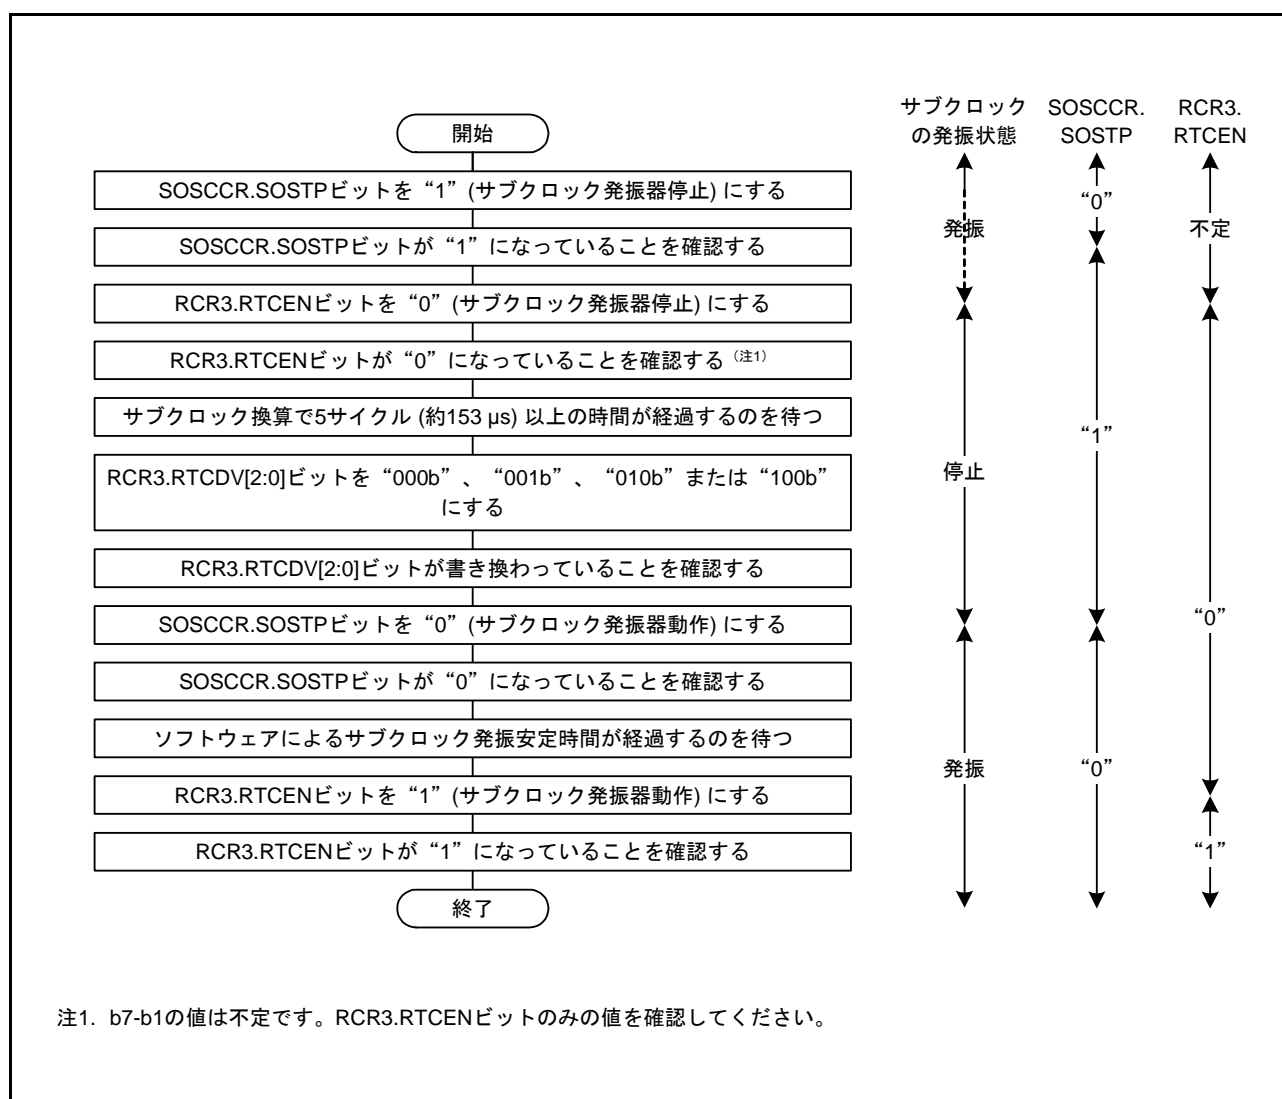

図 9.9 サブクロックをリアルタイムクロックのカウントソースに使用する場合の初期化フローチャート例
- サブクロックをシステムクロックとして使用し、かつリアルタイムクロックのカウントソースとして使用する場合は、図 9.9 のフローチャートの例に従って初期設定してください。その後、「21.3.2 クロックとカウントモード設定手順」に記載されたクロック設定手順に従って設定してください。